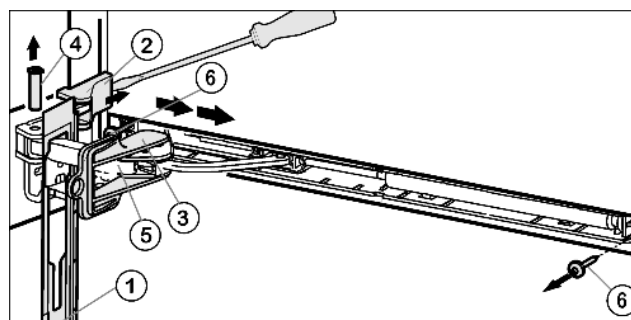

Fig. 5
- ▶ Сдвиньте накладку над амортизационной скобой Fig. 5 (5) в направлении устройства вперед.
- ▶ Зафиксируйте предохранитель Fig. 5 (3) в продольном пазе.
- ▶ Подденьте крышку Fig. 5 (2) отверткой с внешней стороны и снимите в направлении наружу.
- ▶ Выдавите палец Fig. 5 (4) снизу.
- ▶ Нажмите амортизационную скобу Fig. 5 (5) в направлении дверцы.
- ▶ Снимите накладку Fig. 5 (1).
- ▶ Открутите целиком амортизатор закрывания двери (2 шт. Torx 15) Fig. 5 (6).